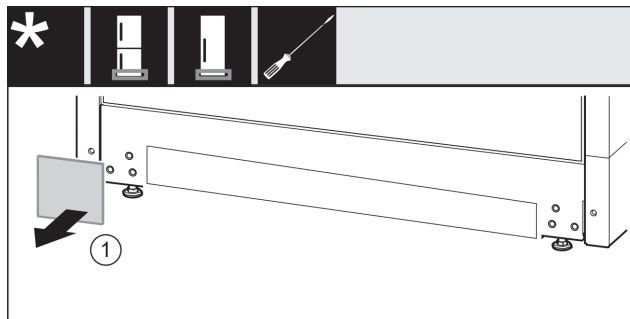

Fig. 15
- ▶ Vegye le a fedelet Fig. 15 (1).